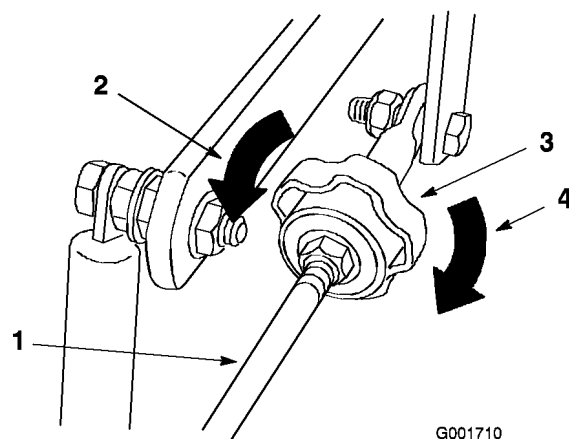

Figura 53
4. Per sterzare verso destra, girate la manopola verso il lato destro della macchina. Vedere Figura 53.
5. Per sterzare verso sinistra, girate la manopola verso il lato sinistro della macchina. Vedere Figura 53.